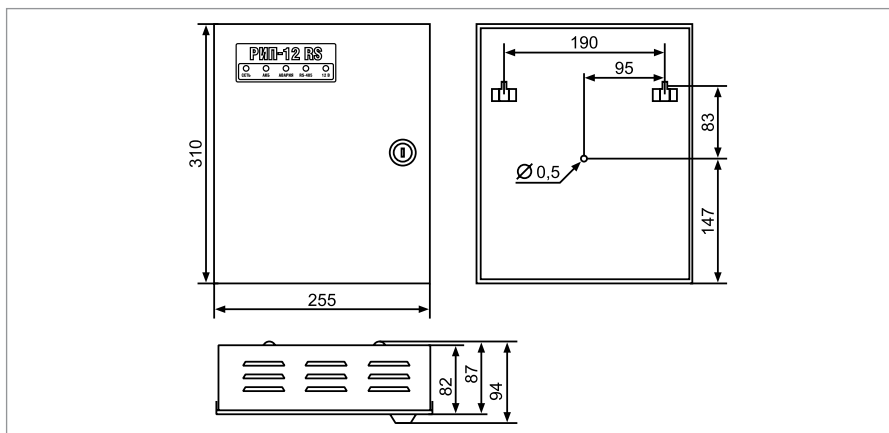
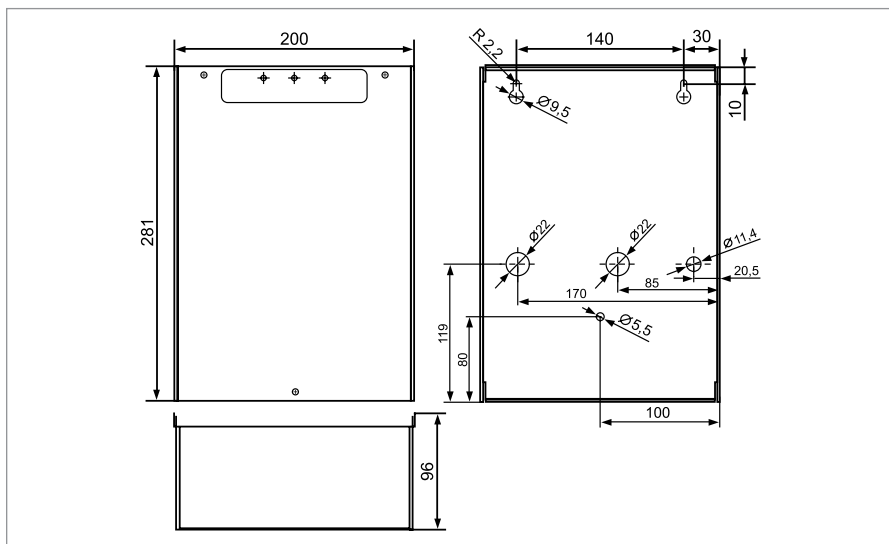

Рисунок 1. Внешний вид, габаритные и установочные размеры
Рисунок 2. Внешний вид, габаритные и установочные размеры РИП-12 исп.03 (РИП-12-1/7М2), РИП-12 исп.04 (РИП 12-2/7М2), РИП-24 исп.04 (РИП 24-1/7М2)
1. Наметьте на стене места для трех установочных отверстий в соответствии с габаритным чертежом (см. Рисунок 1, Рисунок 2 и Рисунок 3).